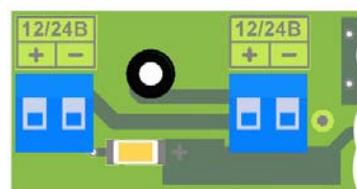

Рисунок 2
8.9 Проверить работоспособность оповещателя путем подачи напряжения питания 12 В (24 В) постоянного тока (в зависимости от модификации оповещателя) в соответствии с обозначениями на плате (рисунок 2 приложения).